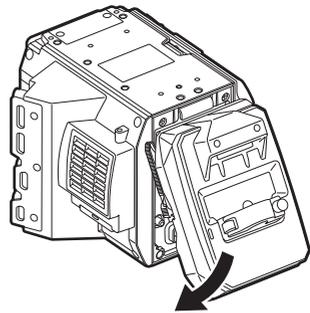

図 2
- 2 レコーディングモジュールをしっかり押し込み、レコーディング延長モジュールとレコーディングモジュールの接続端子を結合させる。(図 2)